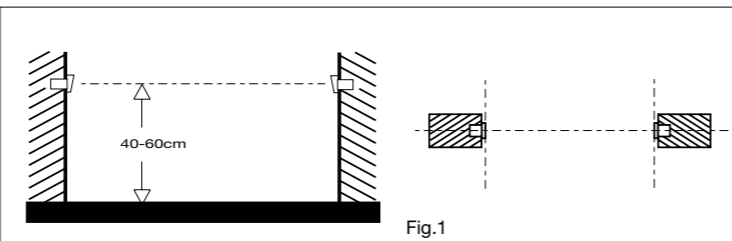

Fig.1
1) Murare o fissare con le apposite quattro viti il contenitore dei dispositivi, tenendo conto che per una corretta installazione il trasmettitore e il ricevitore devono essere montati in posizione frontale e allineati sullo stesso asse (fig. 1).